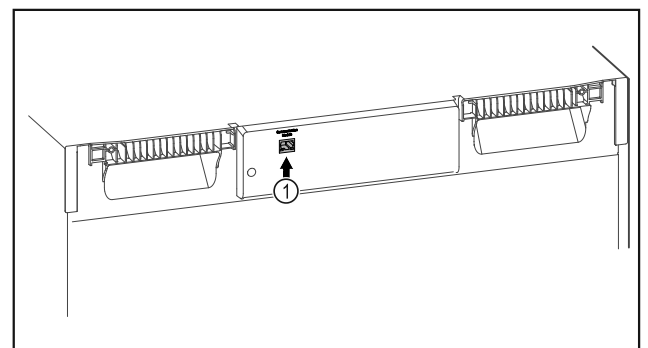

Fig. 108
- SmartModule Fig. 108 (1) on sisse pandud.